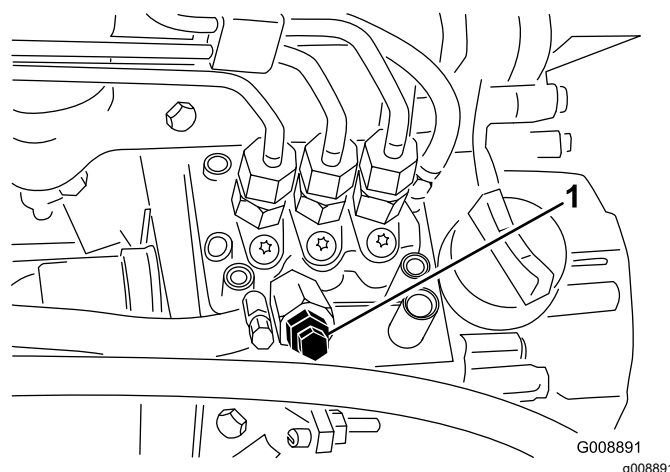

Figura 37
4. Aprite la vite di spurgo dell'aria situata sulla pompa d'iniezione (Figura 37).